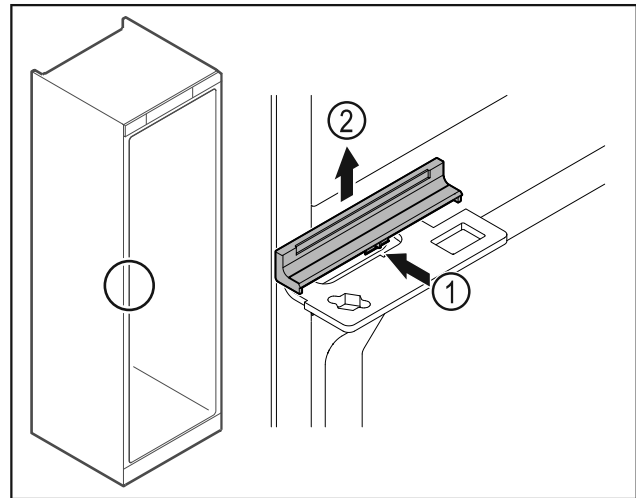

Fig. 46
- ▶ Trykk dekselet Fig. 46 (1) litt inn på midten, og trekk det opp og av Fig. 46 (2).